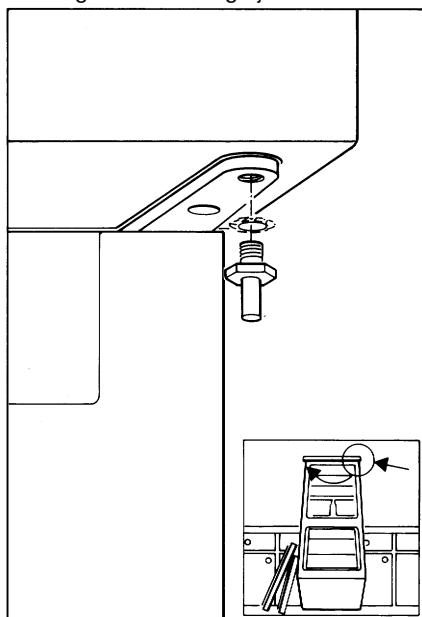

Fig. 9
- ☐ Draai de stift van het bovenscharnier los en monteer haar aan de linkerkant (**Fig. 9**). Vergeet de sluitringetjes niet.